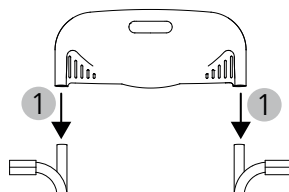

Abb. 4
3. Abschließend wird die Rückenlehne bis zum Anschlag auf die Rückenrohre geschoben (Abb. 4, 1).